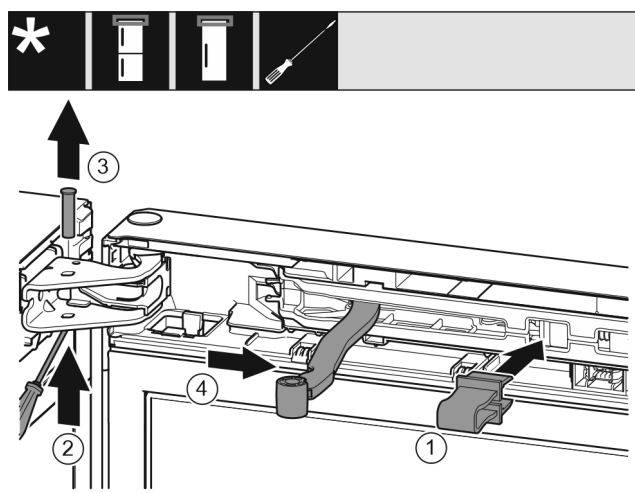

Fig. 9
- ▶ 将安全装置 Fig. 9 (1)卡入开口。
- ▶ 旋出螺栓 Fig. 9 (2)。
- ▶ 向上取出螺栓 Fig. 9 (3)。
- ▶ 将铰链 Fig. 9 (4)转向门的方向。